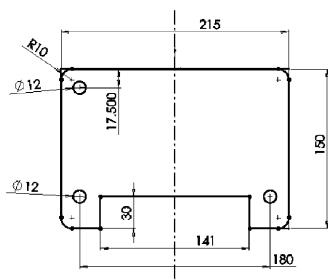

图 2-115 绘制圆操作
STEP 5 单击“草图”工具栏中的“圆”按钮，在左侧圆圆心的竖直方向，且离顶部边线 17.5mm 处绘制一个 12mm 的圆，如图 2-115 所示。